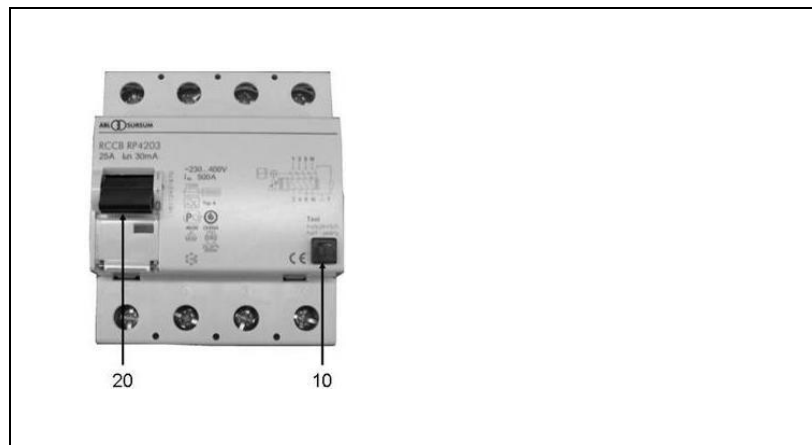

Fig.4.8: Jordfeilbryter
2. I tillegg skal brukere etter at strømgeneratoren er tatt i bruk kontrollere ved hjelp av testknappen (se fig. 4.8-(10)) at jordfeilbryterens (RCD) mekaniske utløsning fungerer
2. Sett bryteren (se fig. 4.8) i Pos-1.
3. Trykk på testbryteren (se fig. 4.8-(10)).
- ✓ Posisjon av bryteren (se fig. 4.8-(20)) viser resultatet: